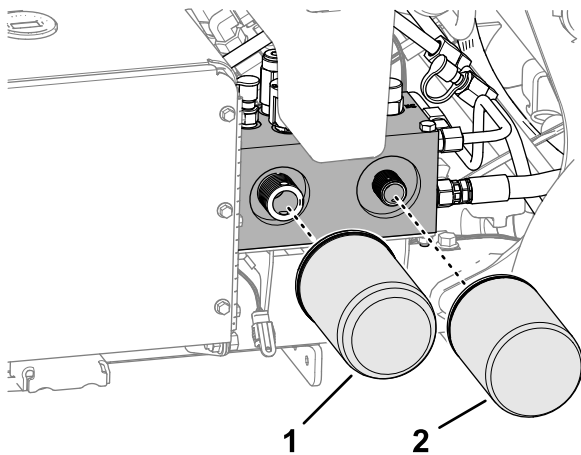

Figura 170
2. Collocate una bacinella di spurgo sotto i filtri, togliete i filtri usati e pulite la guarnizione di riduzione del filtro (Figura 170).